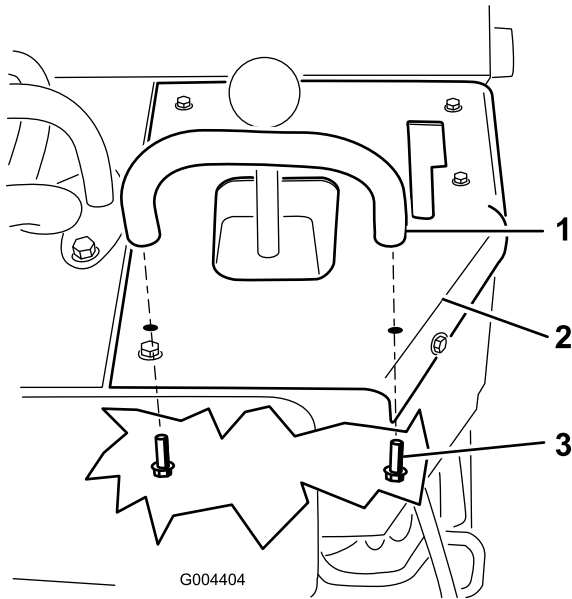

Bild 9
3. Befestigen Sie den Griff mit zwei Bundkopfschrauben (5/16 x 3/4 Zoll), die von Innen eingesetzt werden, am Armaturenbrett (Bild 9).